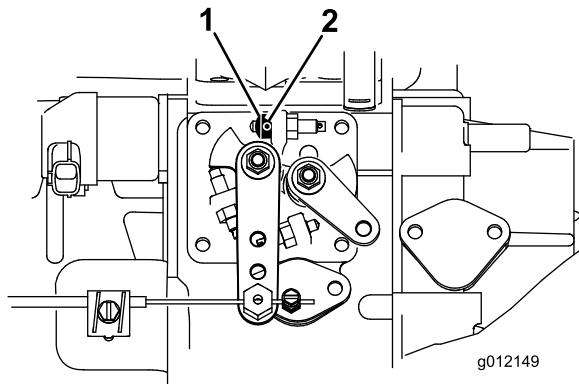

図 6
1. スロットルストップについている固定ねじをゆるめる図 6。
2. スロットルストップを、ハイアイドルねじに当たるまで寄せる図 6。スロットルストップの面取りされている端部が外側を向くようにする。